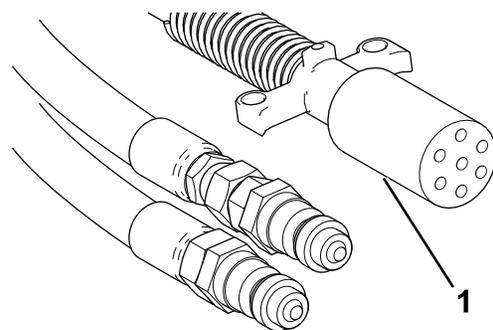

**Figura 20**
6. Conecte las 2 mangueras hidráulicas de la máquina al vehículo de remolque. Mirando la máquina de frente, conecte el manguito derecho al lado de presión y el manguito izquierdo al lado de retorno (Figura 20). El manguito de retorno tiene una válvula de retención antirretorno en línea. La flecha de la válvula auxiliar debe apuntar hacia el conector de retorno del vehículo de remolque.